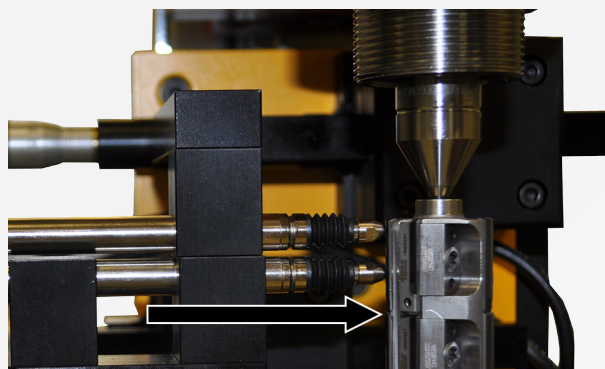

Fig. 25: Application des palpeurs sur le patin de référence
4. Amenez les deux palpeurs au contact du patin de référence. Le patin de référence est le premier patin de guidage après l'arête de coupe dans le sens de rotation (voir flèche figure 25). Appliquez la précontrainte spécifique aux palpeurs sur le patin de référence et réinitialisez les deux palpeurs.